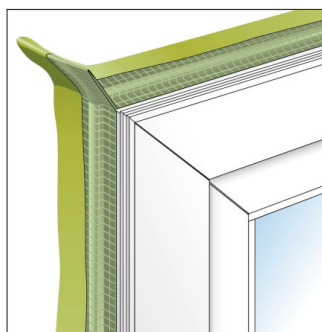

Fig 2
2. Stanna vid varje hörn och lägg till minst 30mm extra utanför hörnet. Viktigt att ni viker ihop folien utanför hörnen så att de självhäftande remsorna ligger emot varandra (fig. 2).